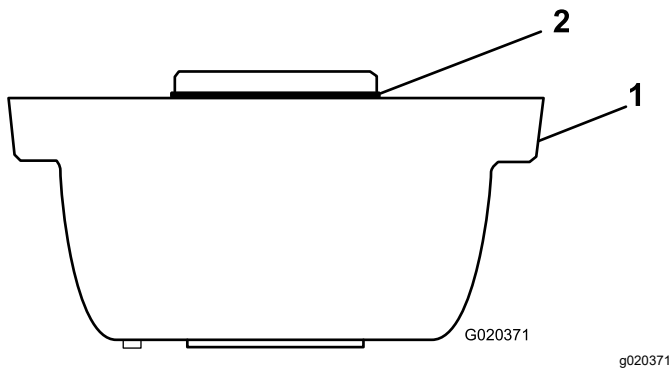

Figure 3
1. Placez le joint torique sur le carter de la brosse de rouleau comme montré à la Figure 3.